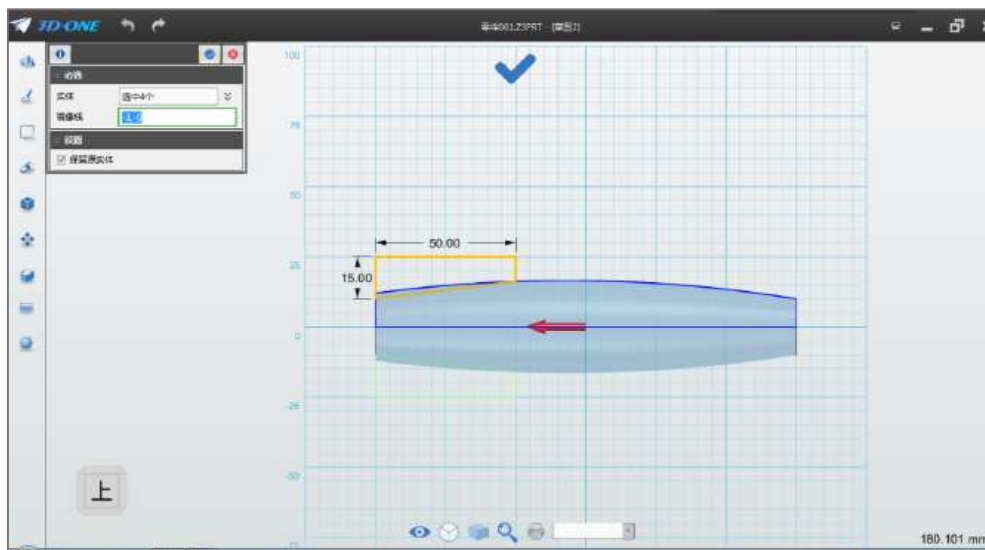

图 1-7
Step 7 点击选择镜像命令 ，实体选择绘制的草图，镜像线选择网格中间的 X 轴（红色），如下图 1-7 所示：